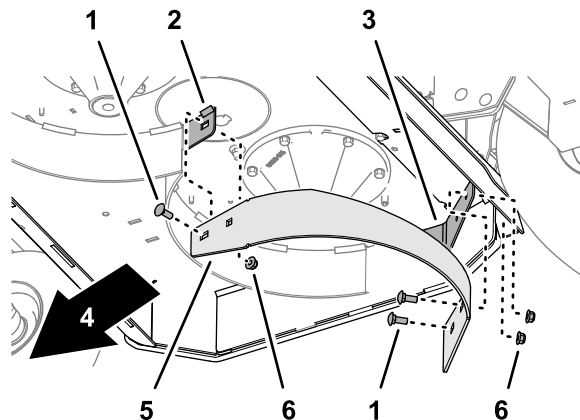

Bild 13
3. Entfernen Sie die drei Schlossschrauben ($\frac{3}{8}$ " x 1") und die drei Sicherungsbundmuttern ($\frac{3}{8}$ "), mit denen das rechte Ablenkblech an der Mulchplattenflansch und das kleine Ablenkblech am Mähwerk befestigt sind, und entfernen Sie das linke Ablenkblech (**Bild 13**).